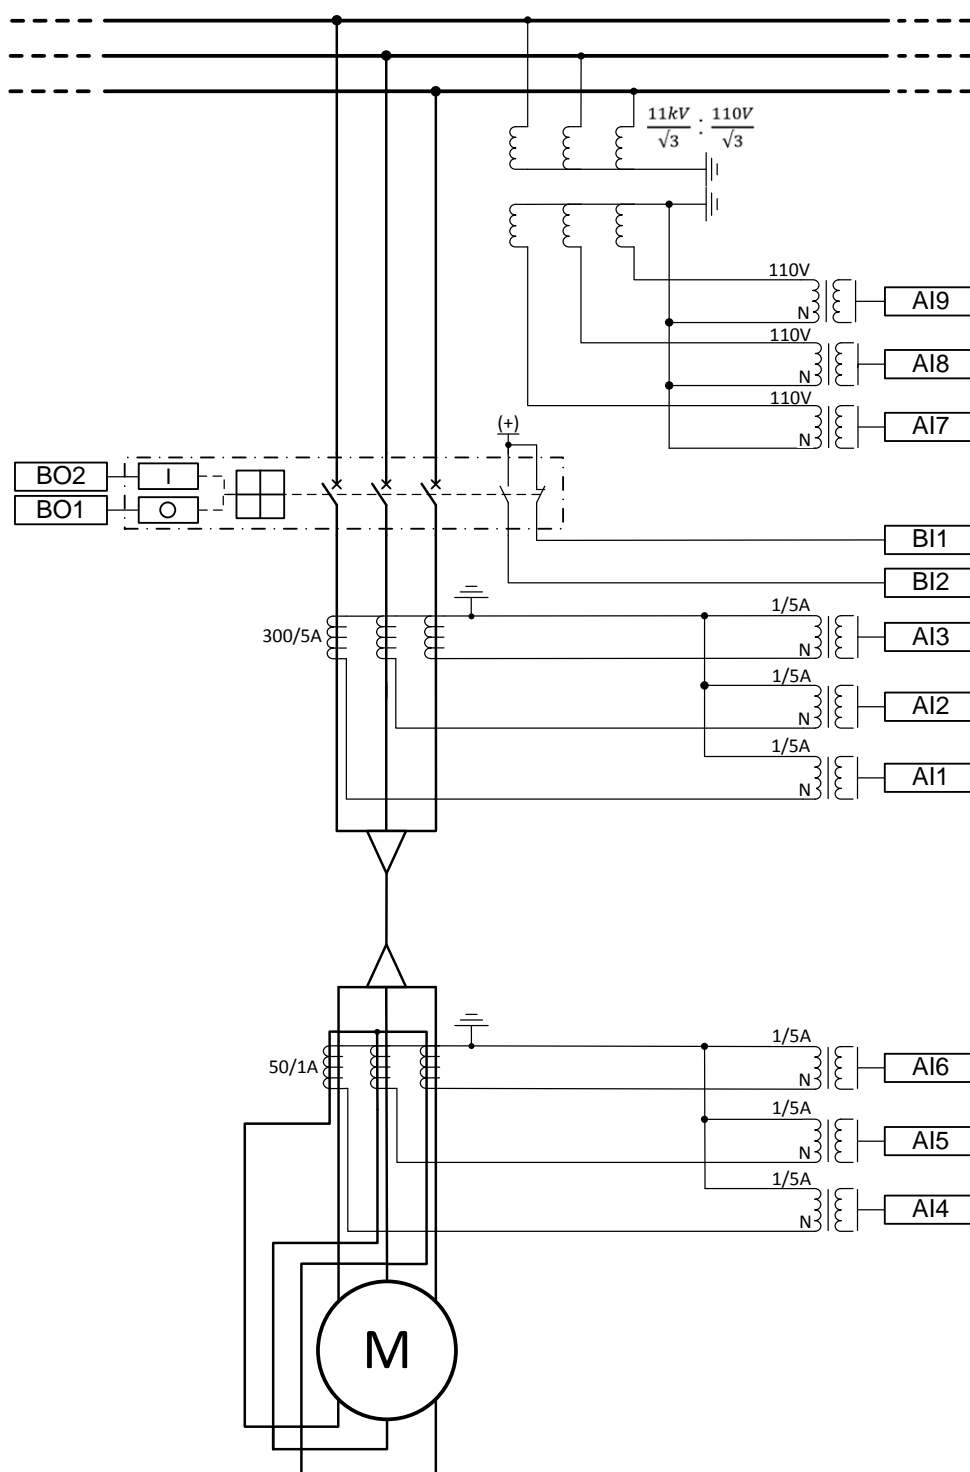

Abb. 104: Relais-Schnittstellen und Strom-/Spannungswandleranschlüsse für den Beispielfall
Abbildung 104 zeigt die Anschlussdetails der Analogeingänge (AI), Binäreingänge (BI) und Binärausgänge (BO) des Relais.